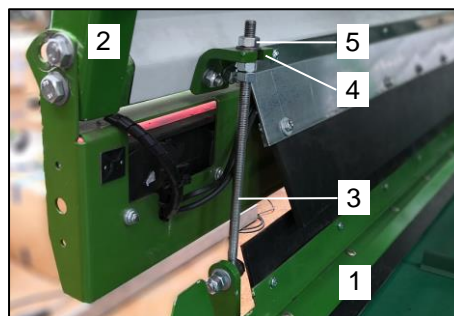

Bild 49: Querförderband von Heckklappe trennen
- Lösen Sie auf beiden Maschinenseiten die Muttern (Bild 49 / Pos. 5).
- Entnehmen Sie die am Querförderband (Bild 49 / Pos. 1) befestigten Gewindestangen (Bild 49 / Pos. 3) auf beiden Maschinenseiten aus der Halterungen (Bild 49 / Pos. 4) an der Heckklappe (Bild 49 / Pos. 2).